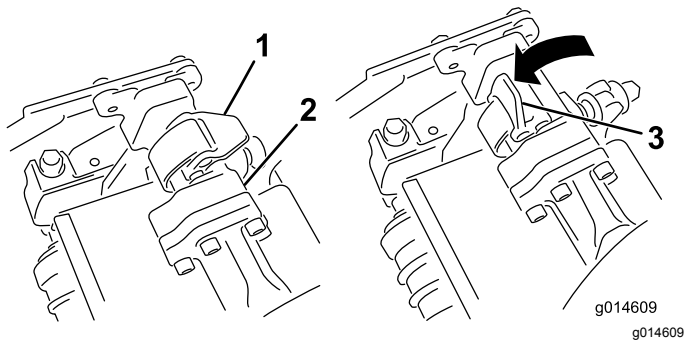

Figura 45
3. Con i fermi del braccio di sospensione rivolti verso l'alto (cioè aperti) (Figura 45), premete il braccio di sospensione verso il basso in modo che la barra si inserisca nella barra della parte superiore dell'apparato di taglio (Figura 46).
4. Chiudete i fermi spostandoli verso il basso e attorno alla barra dell'apparato di taglio, quindi bloccateli in posizione (Figura 45).
4. Aprite i fermi sulla barra del braccio di sospensione dell'apparato di taglio che state rimuovendo (Figura 45).